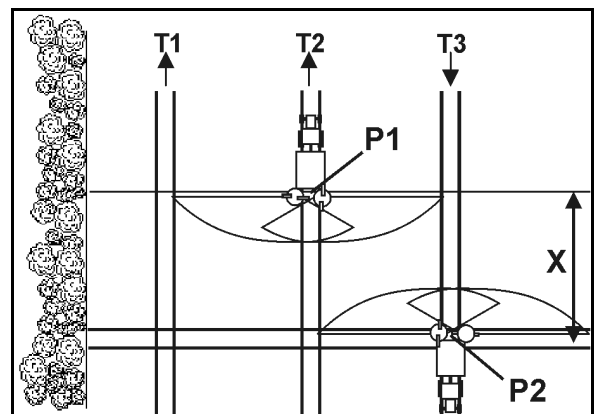

图 87
- 如果撒播盘距田地车道的距离为 X , 驶入车道 P1 点 (图 87) 时滑门打开。
- 如果撒播盘位于田地第一车道的高度, 驶离车道 P2 点 (图 87) 时关闭滑门。